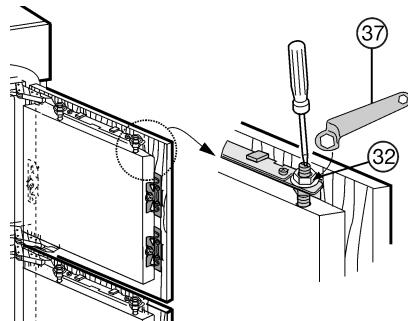

Fig. 23
- Contramoeren Fig. 23 (32) met de ringsleutel Fig. 23 (37) vastdraaien, daarbij stelbouten Fig. 23 (33) met een schroevendraaier tegenhouden.